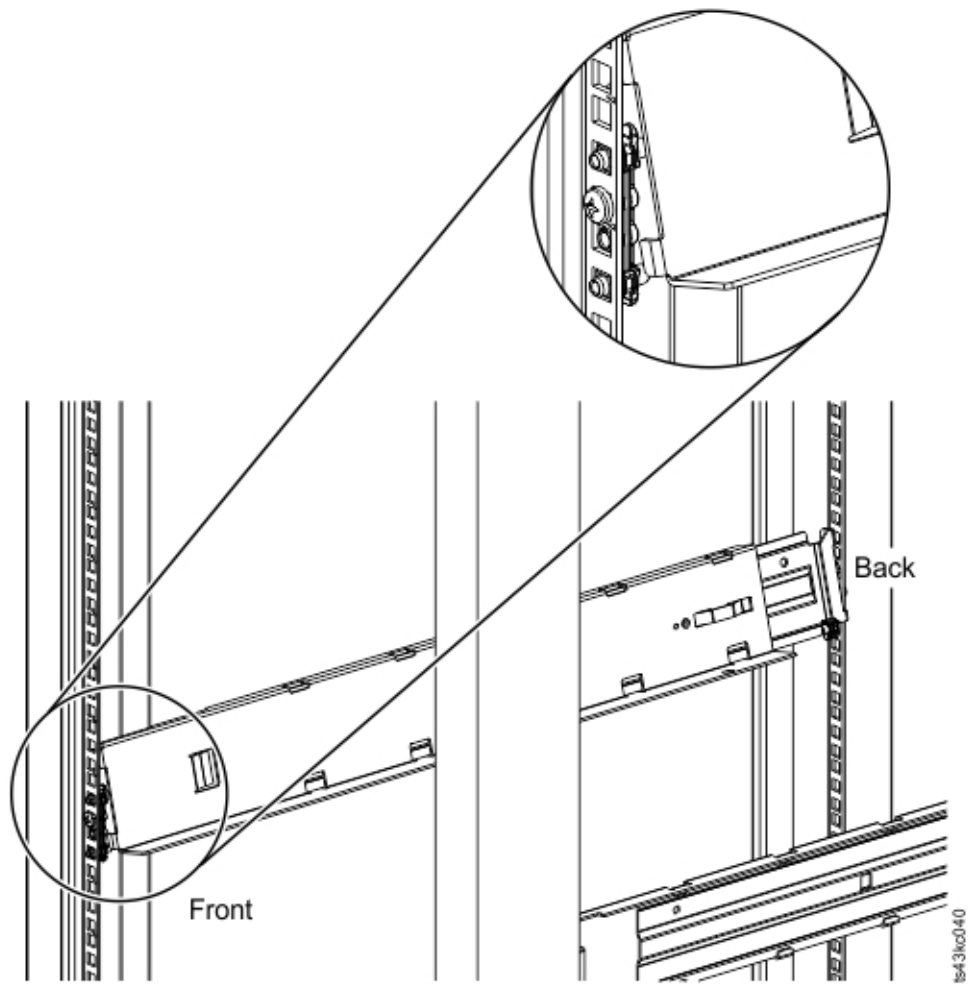

図 40. レールのコネクターへのマウント
- d. LH ラック・マウント・レールをコネクタにマウントします。47 ページの図 40 を参照。